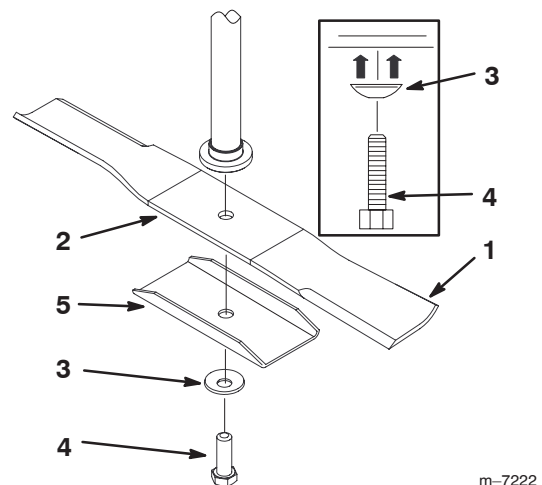
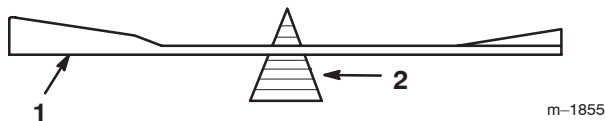

Figure 35
Figure 37
Tenez la lame à son extrémité avec un chiffon ou un gant épais. Enlevez le boulon, la rondelle bombée, le renfort et la lame de l'axe (Fig. 35).
2. Vérifiez l'équilibre de la lame en la plaçant sur un équilibreur (Fig. 37). Si la lame reste horizontale, elle est équilibrée et peut être utilisée. Si la lame est déséquilibrée, limez un peu l'extrémité de la partie incurvée seulement (Fig. 35). Répétez la procédure jusqu'à ce que la lame soit équilibrée.
1. Placez la lame sur l'axe avec le renfort de lame (Fig. 35).
2. Montez la rondelle bombée (face concave vers la lame) et le boulon de lame (Fig. 35). Serrez le boulon de lame à 47–88 Nm (35–65 pieds-livre).